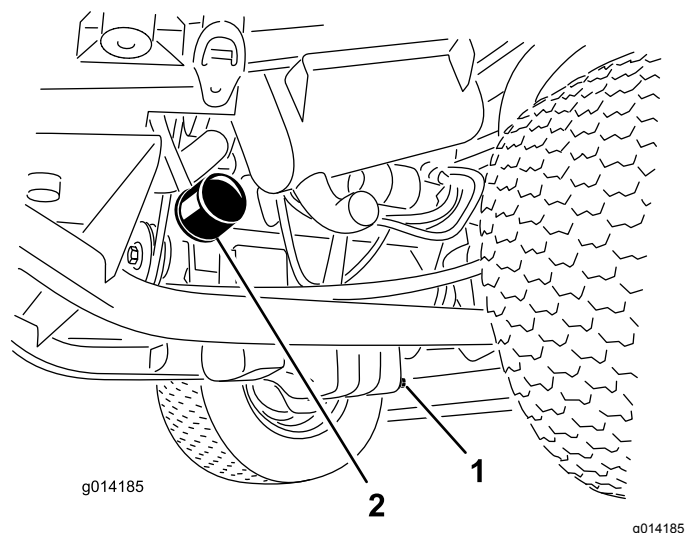

図 33
1. ドレンプラグ 図 33 を外してオイルを容器に受ける。
3. オイルフィルタ 図 33 を外す。